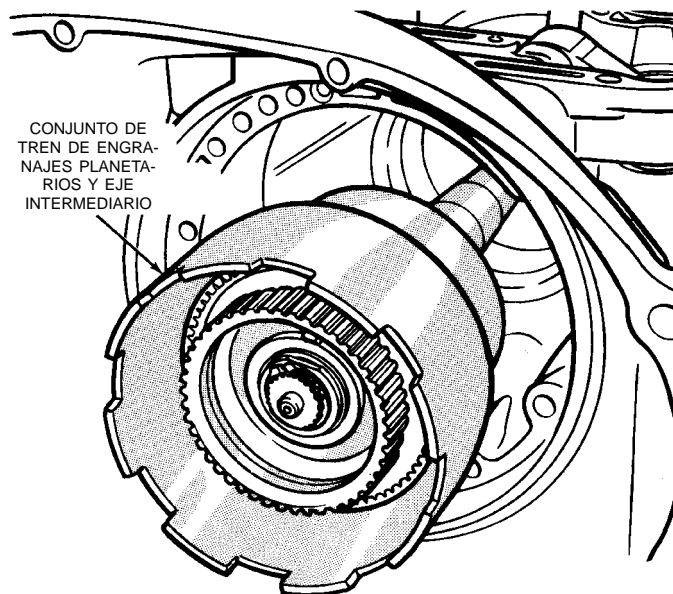

Fig. 113 Desmontaje del conjunto del tren de engranajes planetarios y el eje intermediario
(27) Retire el tren de engranajes planetarios como un conjunto (Fig. 113). Sostenga el tren de engranajes con ambas manos durante el desmontaje. No permita que las superficies maquinadas del eje intermediario o del retén del émbolo de sobremarcha se mellen o rayen.
(28) Si la unidad de sobremarcha no es reparable, instale el Eje de alineación 6227-2 en la unidad de sobremarcha para evitar que se desalineen los embragues de sobremarcha durante el servicio de los componentes principales de la transmisión.
(29) Afloje el tornillo de ajuste de la cinta trasera 4 ó 5 vueltas.